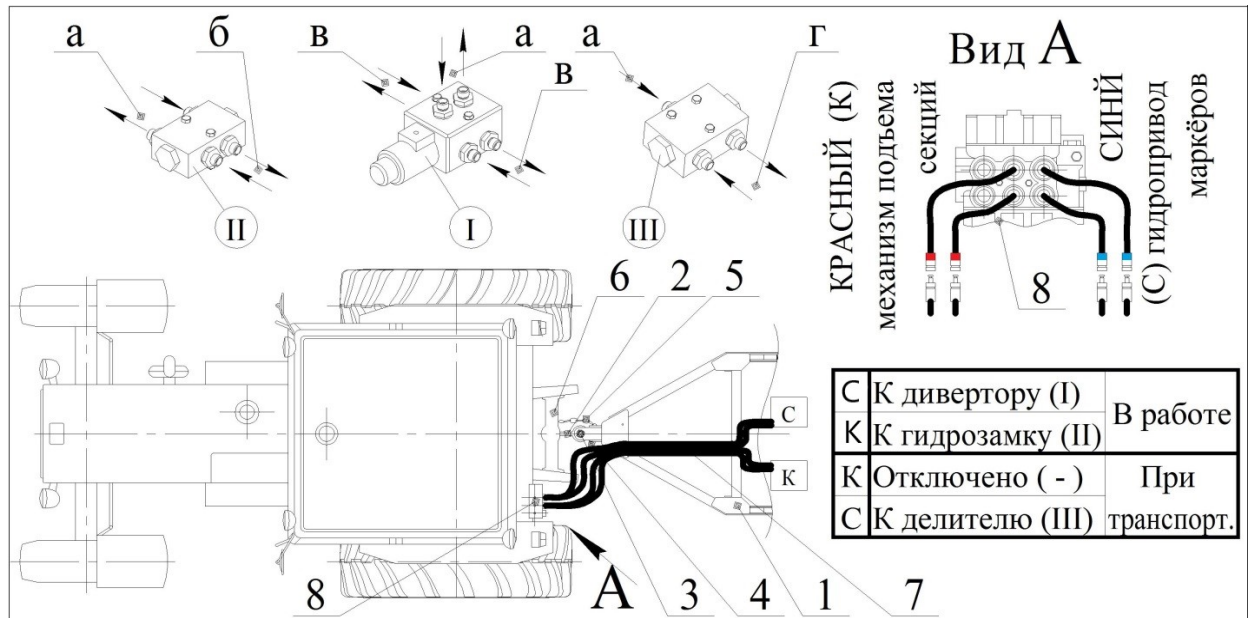

Рисунок 3. Схема подключения к трактору.
Для того чтобы присоединить сеялку к трактору, необходимо завести сцепную петлю (1) дышла (рис. 3) в зев прицепной вилки (2) и зафиксировать их шкворнем (3) со шплинтом пружинным.